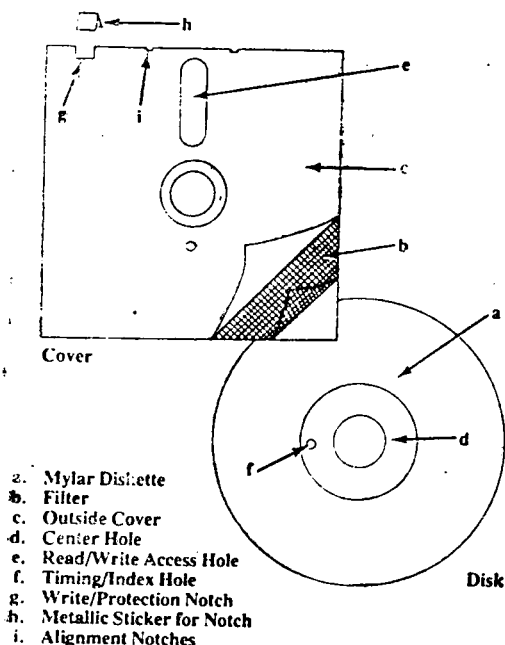

图3.2 软盘配件
1. 软盘 软盘保持信息的方法是和其它大容量磁盘一样, 采用磁荷保留。如图3.2所示, 软盘(a)是由磁感物质处理过的聚脂薄膜制成。盘有两种标准尺寸——8"或5 $\frac{1}{4}$ "。(目前已有3 $\frac{1}{2}$ ")。这种软盘用一滤纸(b)和外套(c)罩住, 以便保护其表面。中央孔(d)合适地保证软盘在盘驱动器的定位, 一旦软盘插入驱动器内, 一个夹具就抓住盘的中央部位, 使外套内的盘旋转起来。盘的外套开有椭圆形孔(e), 可以使盘驱动器上的磁头读取和删除软盘面上的信息。定时孔(f)又称索引孔, 是一个参考点, 盘驱动器用它来确认软盘面的当前位置。大多数软盘有写保护缺口(g), 它能防止对软盘再写入信息及清除已存储的信息, 亦即此时的软盘成为只读存储设备。这里必须注意混淆的是对于8"软盘如果缺口暴露则有“写保护”功能, 但对多数5 $\frac{1}{4}$ "软盘却正好相反, 只有用一小张金属纸或塑料纸(h)把缺口封住, “写保护”才起作用。最后, 很多软盘都有两个校直缺口(i), 当软盘旋转时盘驱动器用它紧固软盘外套。